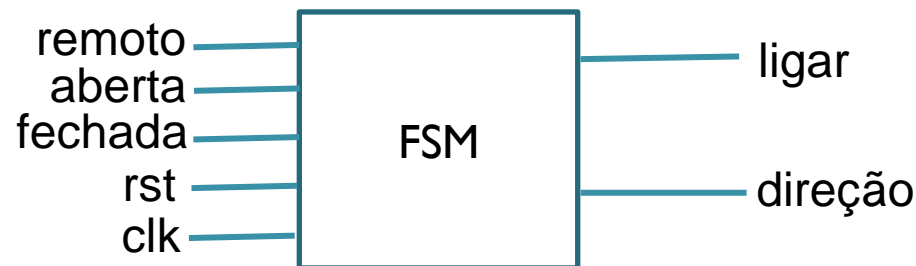

Figura 1 – Controlador de porta de Garagem
- A Figura 1 mostra um controlador de porta de garagem. Este controlador têm, além do clock e reset, outras três entradas, denominadas *remoto* (= '1' quando o controle remoto é acionado), *aberta* (= '1' quando a porta estiver completamente aberta, fornecido por um sensor), *fechada* (= '1' quando a porta estiver completamente fechada, também fornecido por um sensor). Na saída, os seguintes sinais são produzidos: *ligar* (quando '1', liga o motor elétrico) e *direção* (quando '0' gira na direção de abrir a porta; quando '1' gira na direção de fechá-la).
- c) Utilizando a abordagem FSM, projete em VHDL, um circuito para um controlador de porta elétrica de garagem mostrado na Figura 1.